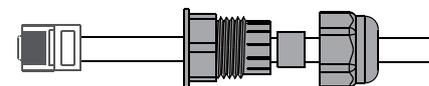

Figure 4.5-4 Fermer à distance la connexion du câble
**Étape 3-2 pour l'arrêt à distance.** Faites passer le câble à travers la plaque d'acier, puis câblez à partir des broches 5 et 6. Le tableau 4.6-1 décrit la définition du port à 6 broches. Le câblage est illustré à la figure 4.5-4.